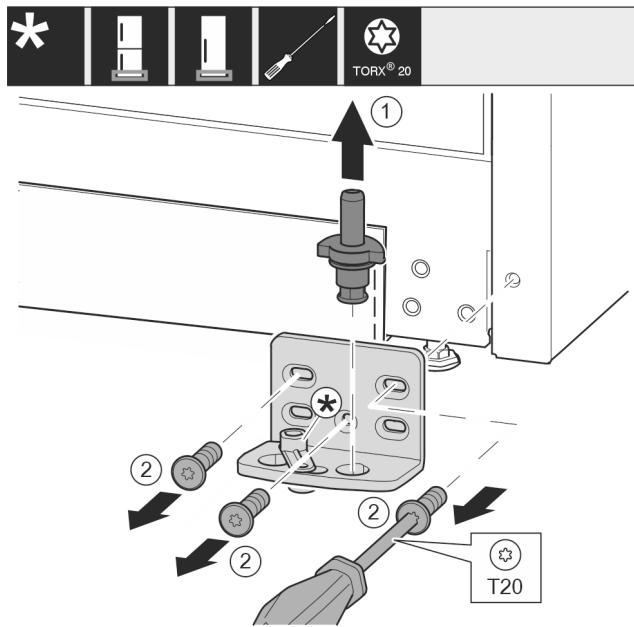

Fig. 13
- Τραβήξτε έξω ολόκληρο τον πείρο Fig. 13 (1) προς τα επάνω.
- Ξεβιδώστε τις βίδες Fig. 13 (2) με κατσαβίδι και αφαιρέστε το στήριγμα.